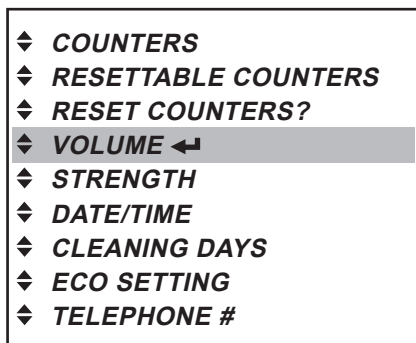

Рис. 35
1. Нажать кнопку ввода , чтобы вызвать меню «VOLUME» («ОБЪЕМ»). (Рис. 35)